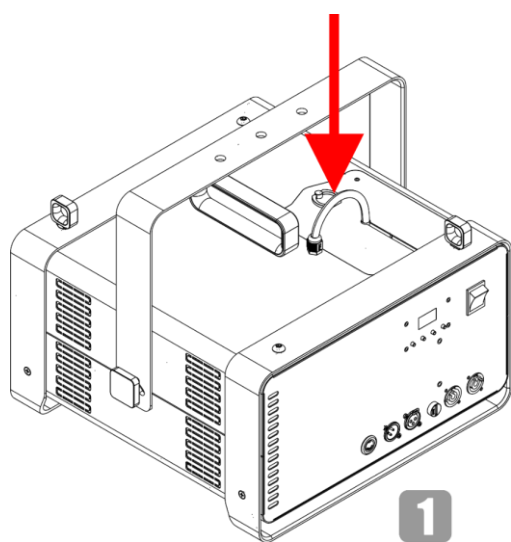

Fig. 09
- 01) Levante la anilla pequeña situada en la parte superior del dispositivo para abrir la tapa de servicio como se muestra en la Fig. 09.